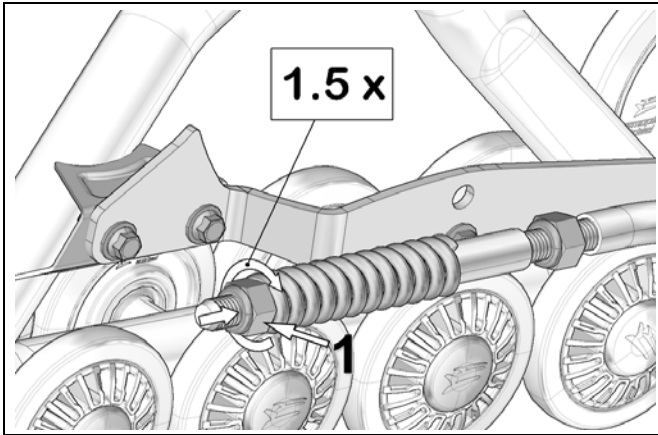

Abbildung 10
- Drehen Sie Mutter (1), bis diese die Feder berührt. Drücken Sie dann die Feder zusammen, indem Sie diese Mutter 1,5 Drehungen drehen. Siehe Abbildung 10.